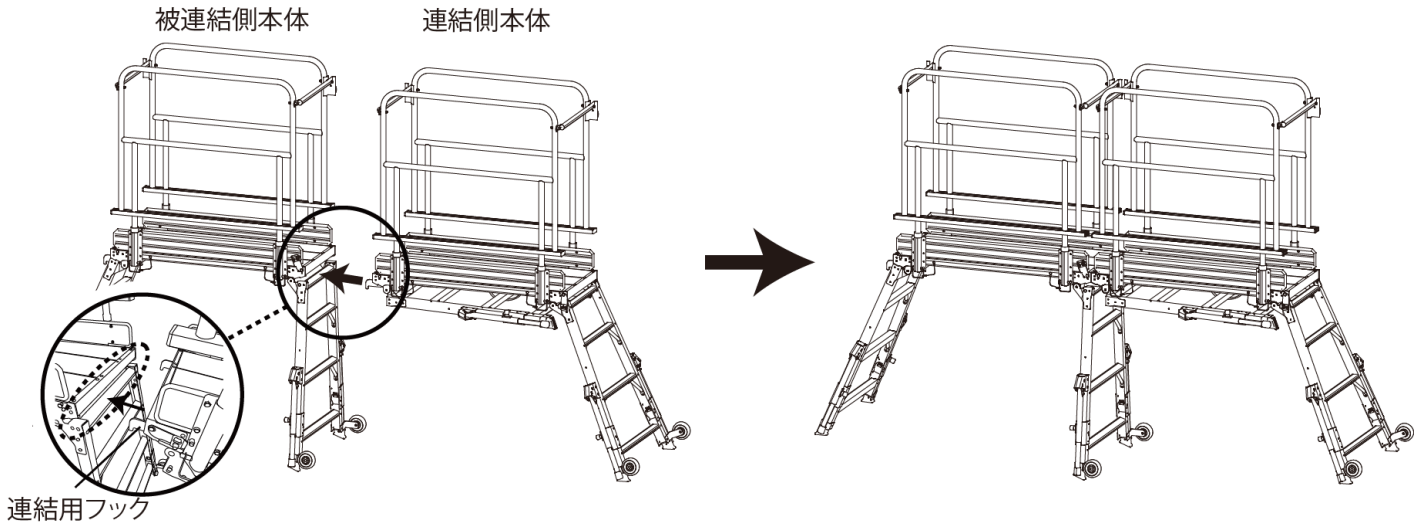

図14
②連結側本体の連結用フックを、被連結側本体の天板(作業床)と脚部の隙間に差し込んでください(図14参照)。